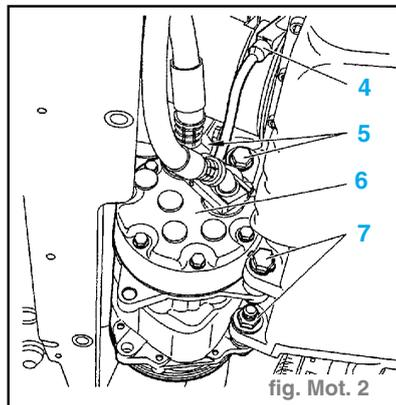

fig. Mot. 2
- Déconnecter l'alimentation électrique (4) du compresseur de réfrigération. (fig. Mot. 2)